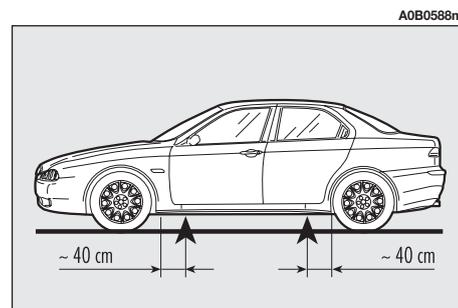

Abb. 79
Das Fahrzeug kann nur seitlich angehoben werden, wenn die Ausleger bzw. Werkstatthebebühne das Fahrzeug in den angegebenen Bereichen, ca. 40 cm vom Radkastenprofil entfernt, abstützen (**Abb. 79**).
**Für das Aufbocken des Fahrzeugs muss der Wagenheber oder die Werkstatt-Hebebühneplatte ausschließlich an den angezeigten Punkten des Fahrzeugs positioniert werden (Abb. 79).**